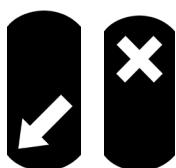

Рисунок 4. Боковой блок постоянной индикации направления прохода / запрета прохода
Покупатель (заказчик) имеет возможность выбрать подходящий ему вариант исполнения турникета. Различные модификации турникета, отличающиеся конструкцией боковых модулей (6, 13), т.е. наличием / отсутствием встроенного картоприемника, показаны на рис. 2. Боковые модули жестко закрепляются на основной стойке (1). Сверху на боковые модули устанавливаются боковые крышки (8), которые могут нести различное функциональное назначение в соответствии со своим типом (см. табл. 1). На боковых модулях турникета расположены блоки постоянной индикации направления прохода / запрета прохода (см. рис. 4). При снятии боковых модулей обеспечивается доступ к четырем отверстиям в основании стойки для крепления турникета к установочной поверхности.